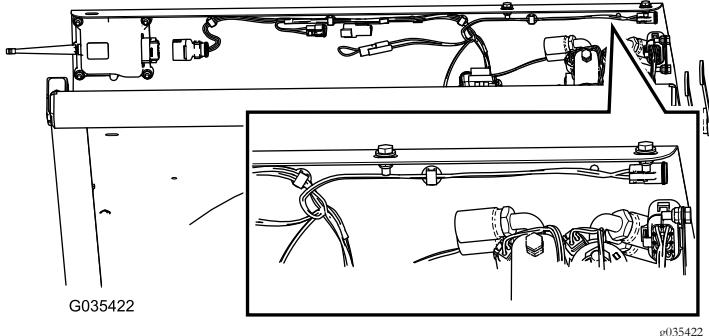

Figura 13
- Encaminhe a extremidade da cablagem da ligação do E-Stop ao longo da parte inferior da proteção do para-choques, como se mostra na Figura 13.